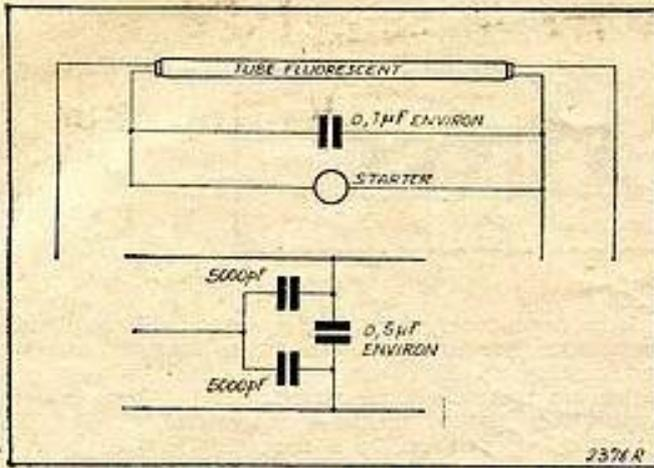

FIG. 2
b) d'une lampe fluorescente pour laquelle, selon son montage, devra être adopté l'un des exemples de la fig. 2.